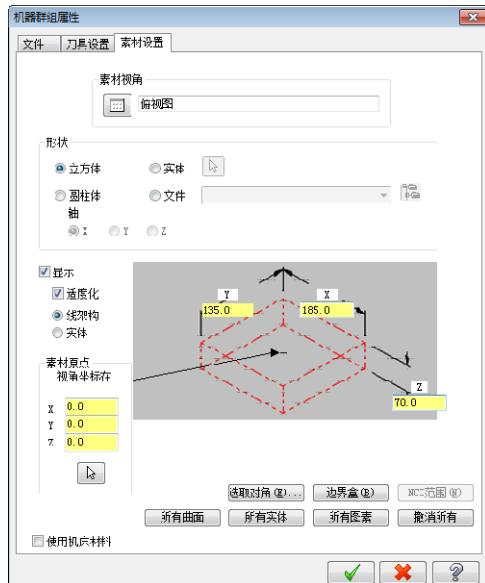
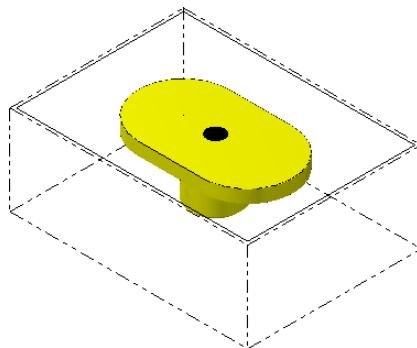

图 12-31 “材料设置”对话框
图 12-32 设置毛坯
- 02 设置毛坯。单击“刀具路径管理器”中的“素材设置”选项，系统弹出如图 12-31 所示的“素材设置”对话框，然后在对话框中选中“线架构”前面的复选框，设置立方体长度 X、Y、Z 分别为 185、135、70，视角坐标 X、Y、Z 分别为 0、0、5，如图 12-32 所示，并单击“确定”按钮 。